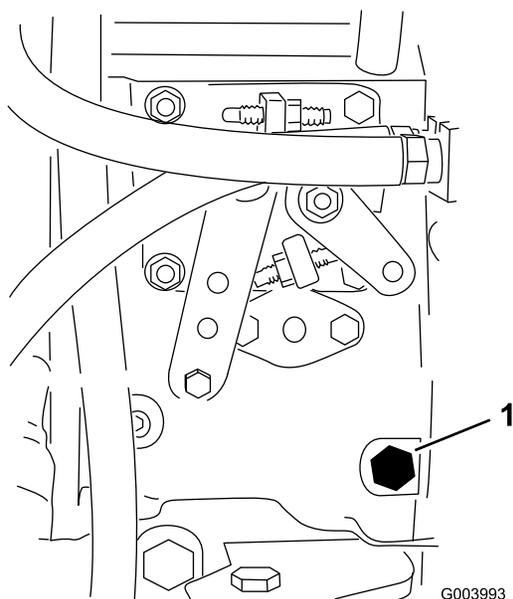

Figura 39
3. Desaperte o parafuso de drenagem que se encontra na bomba de injeção de combustível (Figura 39) com uma chave de 12 mm.